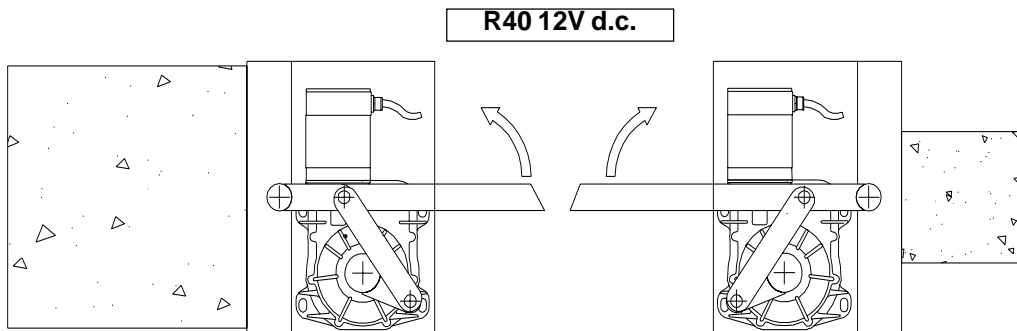

fig.11
- 2) Je nach Strukturtyp (Abb. 11...16), die für den Getriebemotor geeignetste Stellung wählen.
- 2) Always choose the most suitable position for the gearmotor according to the type of structure (figs. 11...16).
- 2) En fonction du type de structure (fig. 11...16), choisir la position la plus adaptée pour le motoréducteur.
- 2) Según el tipo de estructura (fig 11...16), elija la posición más adecuada para el motorreductor.